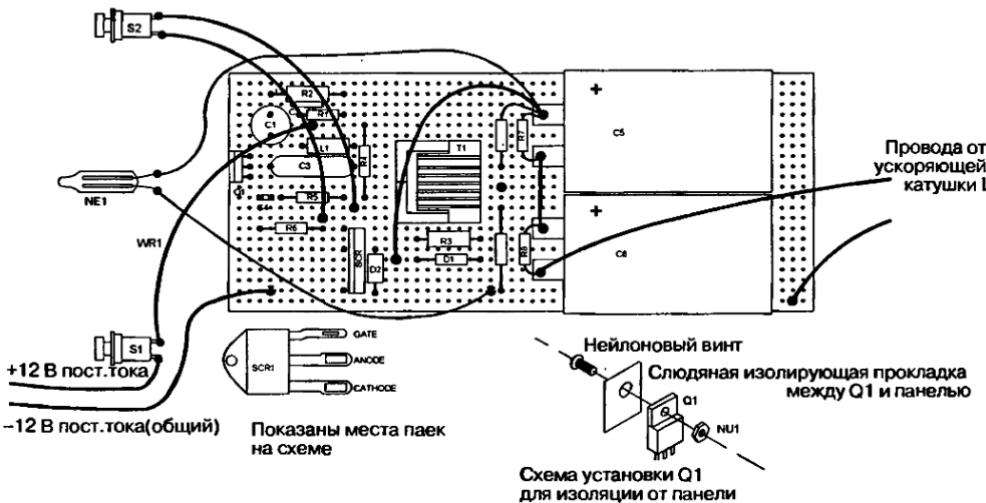
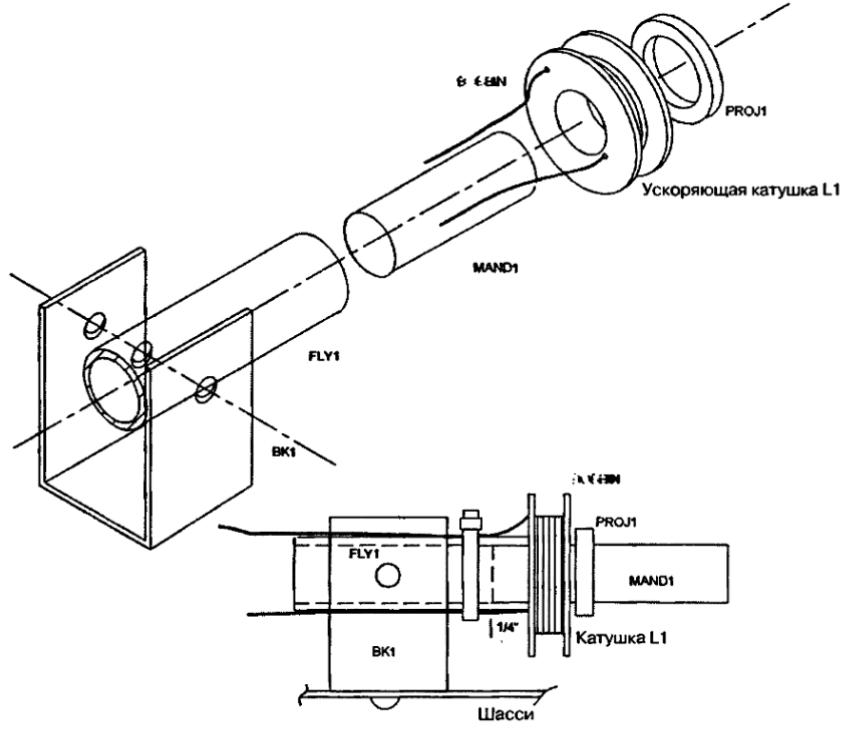

Рис. 2.4. Плата в сборе с указанием внешних подключений
Рис. 2.6. Чертеж в изометрии для изготовления скобы, сердечника и направляющей трубы
6. Выполните следующие соединения проводов (рис. 2.4):
2. Изготовьте скобу BK1, сердечник MAND1 и направляющую трубку FLY1, как показано на рис. 2.6.
4. Отмотайте провод на ускоряющую катушку L1 (см. рис. 2.6). Вставьте секцию 0,6 см сердечника MAND1 в направляющую. Просверлите небольшие отверстия для начала и конца обмотки в боковых частях бобины, как это показано на рисунке. Индуктивность катушки при измерениях должна быть в пределах 90–100 мГн без снаряда и 50–60 мГн при установке снаряда. Подсоедините концы обмотки катушки (см. рис. 2.4).